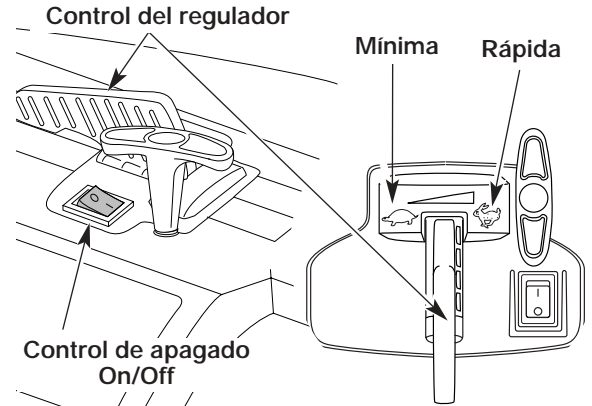

Fig. 9
- NOTA:** No hay necesidad de encender la unidad. El Control de Parada Encendido/Apagado (On/Off) está en la posición Encendido (ON) (I), en todo momento. El control del regulador permanecerá en la posición que sea colocado hasta que sea movido. La posición rápida se encuentra hacia la derecha.
4. Ponga la unidad en la posición de arranque (Fig. 11). Coloque el control del regulador en la posición de mínima (☛) (Fig. 9).
1. Oprima y sostenga el control de apagado On/Off en la posición de apagado (STOP) (O) hasta que el motor se apague por completo (Fig. 9).